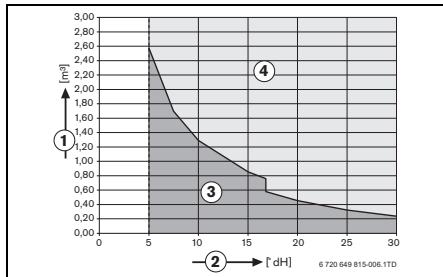

Bild 1 Anforderungen an Füll- und Ergänzungswasser für Geräte bis 50 kW
- ▶ Unbehandeltes Leitungswasser nach Trinkwasserverordnung oder vollentsalztes Füllwasser mit einer Leitfähigkeit von ≤ 10 Microsiemens/cm verwenden (\rightarrow Bild 1). Grundwasser ist nicht gestattet. Bei Verwendung von Wasserzusatzmitteln, vorab Ihre Buderus-Niederlassung kontaktieren.